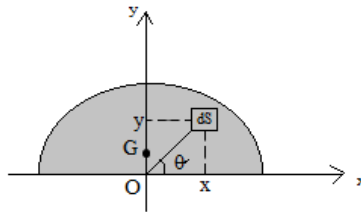

Figure III.10
Soit un demi-disque homogène de rayon (R) appartenant au plan (O, x, y) présent dans la Figure III.10, donc :